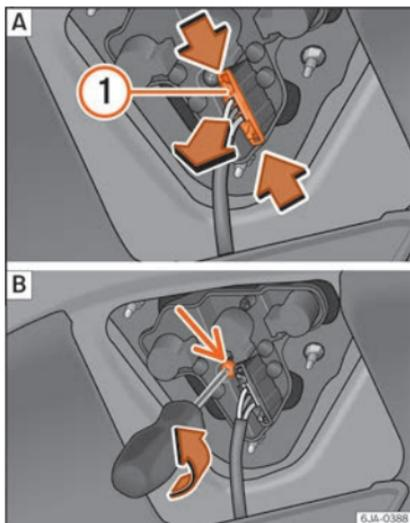

Fig. 105 Desmontar el portalámparas.
- Acceda a los pilotos desconectando el conector ① »» fig. 105 [A] y desatornillando el portalámparas »» fig. 105 [B]. Tenga la precaución de no perder el tornillo de fijación del portalámparas.